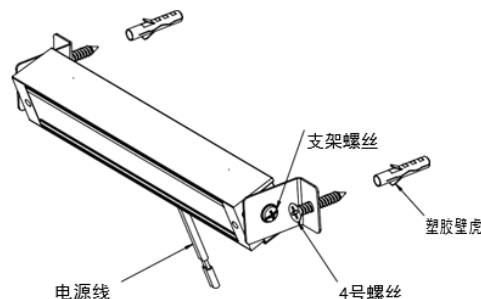

图 9
2. 在安装面提前钻好孔，用螺丝刀的背面轻轻敲入更换夹具，将塑胶壁虎放入孔中，将4号螺钉旋入塑胶壁虎中，固定安装支架。通过拧松旋转夹两端的螺丝可旋转调整灯具的照射方向。<图9>。